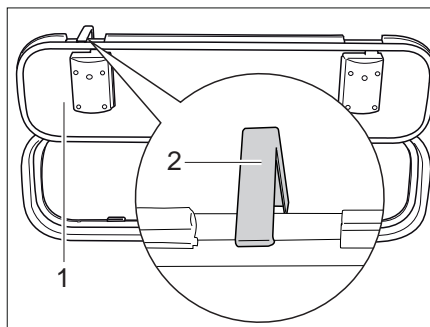

Bild 53 Sicherungshaken Außenklappe
- Die Außenklappe (Bild 53,1) öffnen und Sicherungshaken (Bild 53,2) an der Fahrzeugwand nach oben drehen.
- Den Sicherungshaken (Bild 53,2) nach oben drücken.